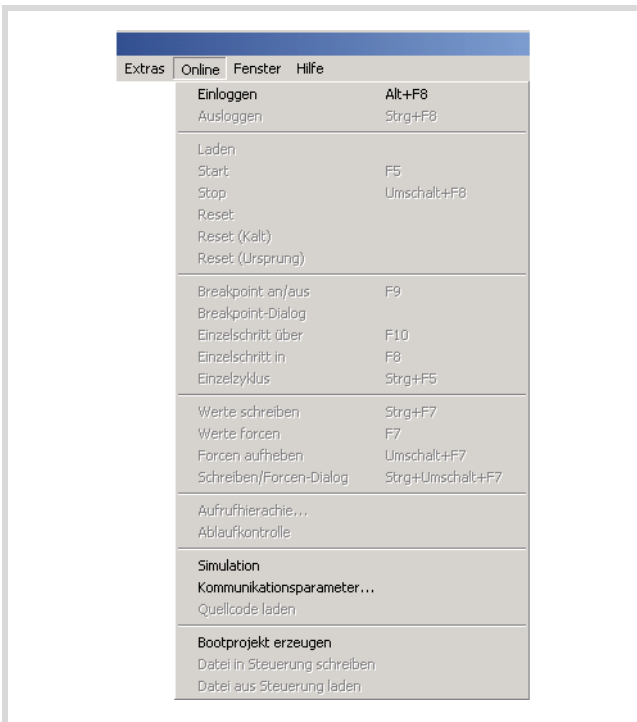

Abbildung 9: Menü „Online“
- ▶ Wählen Sie das Menü <Online → Kommunikationsparameter> aus (→ Abbildung 9).
- ▶ Wählen Sie das Menü <Online → Start> aus (→ Abbildung 9). Sie bringen damit die Steuerung in den RUN-Betrieb.